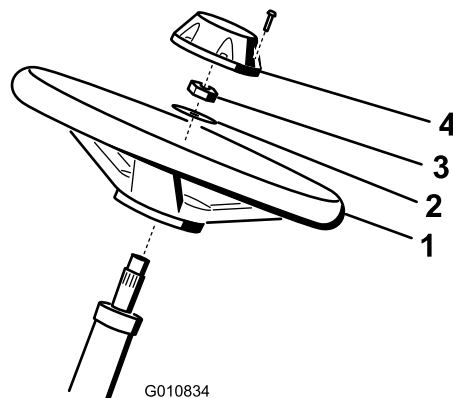

Figura 4
1. Faça deslizar o volante para a coluna de direcção (Figura 4).
2. Faça deslizar a anilha para a coluna de direcção (Figura 4).
3. Fixe o volante na coluna com uma porca de bloqueio e aperte-a com 27 a 35 Nm (Figura 4).
4. Instale a tampa no volante e fixe-a com um parafuso (Figura 4).